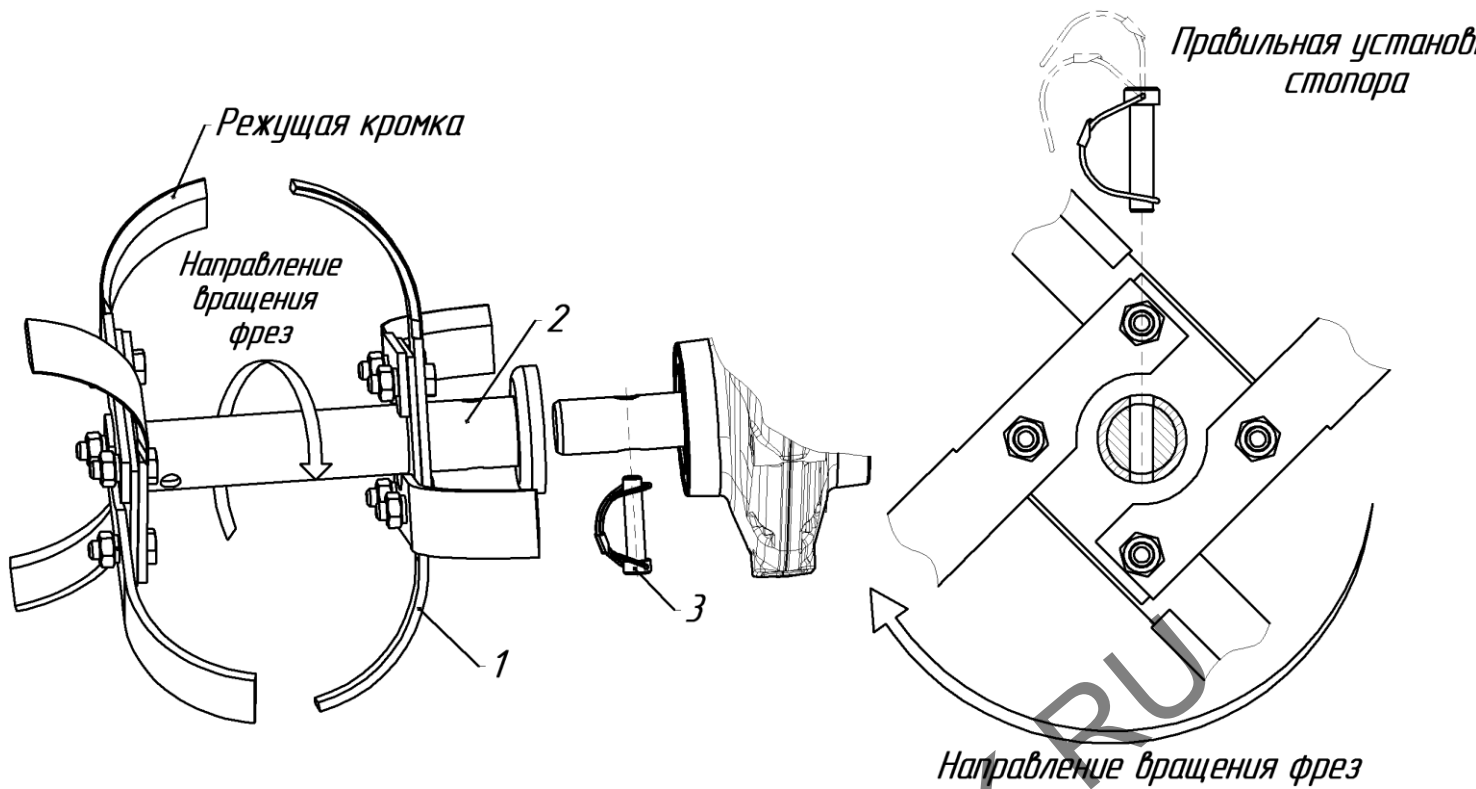

Рис.10 Установка 4-х фрез-культиваторов
8. Установить МК в парковочное положение (рис.4). Установить фрезы-культиваторы на полуоси редуктора и зафиксировать их стопорами. Стопоры устанавливать спинкой (выгнутой частью) по ходу движения (рис.10, 11).
Установите на полуоси и закрепите стопорами необходимое количество фрез-культиваторов (рис.10, 11), установите крышки и оденьте защитные очки.